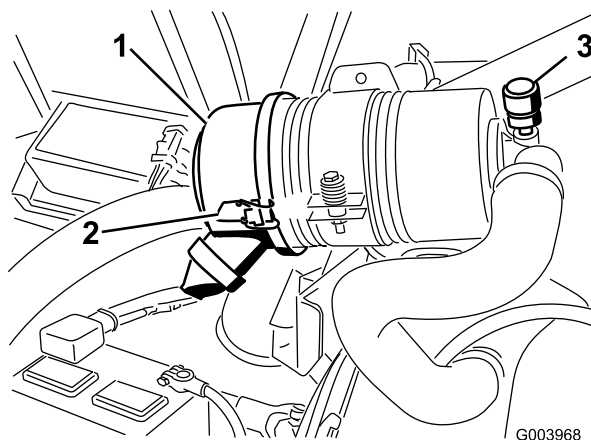

Figura 38
Revise el filtro del limpiador de aire únicamente cuando el indicador de mantenimiento (Figura 38) lo requiera. El cambiar el filtro antes de que sea necesario sólo aumenta la posibilidad de que entre suciedad en el motor al retirar el filtro.
1. Abra los enganches que fijan la tapa del limpiador de aire a la carcasa del limpiador de aire (Figura 38).